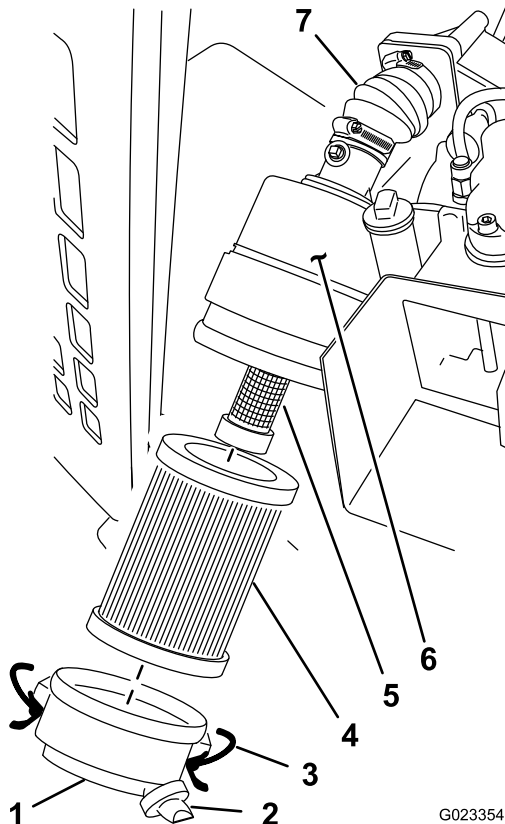

Figure 60
3. Déverrouillez le couvercle du filtre à air et détachez-le du boîtier (Figure 60).
- A. Remettez le couvercle du filtre à air en orientant le capuchon antipoussière vers le bas et l'arrière, et verrouillez le couvercle (Figure 60).
1. Déverrouillez le couvercle du filtre à air et détachez-le du boîtier (Figure 60).
2. Sortez le préfiltre du boîtier du filtre avec précaution (Figure 60).
3. Sortez l'élément secondaire du boîtier du filtre avec précaution (Figure 60).
5. Placez l'élément secondaire dans le boîtier du filtre avec précaution (Figure 60).
6. Placez le préfiltre dans le boîtier du filtre avec précaution (Figure 60).
7. Remettez le couvercle du filtre à air en orientant le capuchon antipoussière vers le bas et l'arrière, et verrouillez le couvercle (Figure 60).